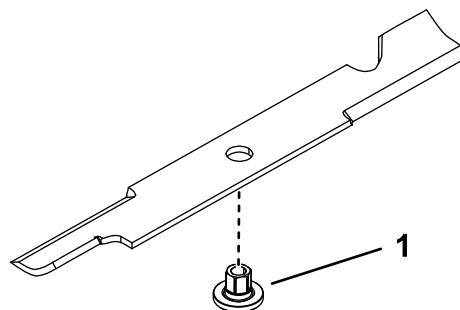

Figure 97
1. Insérez la douille dans la lame en plaçant l'embase sur le côté inférieur (côté herbe) de la lame (Figure 97).